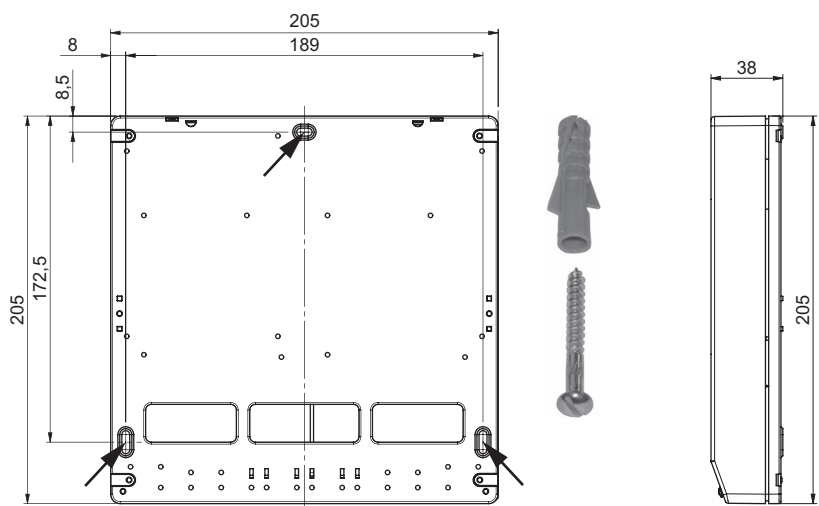

Fig. 121 Maßskizze - Ansicht von hinten
- ▶ Montagelöcher (Ø 6 mm) laut Skizze (Fig. 121) in die Mauer bohren .